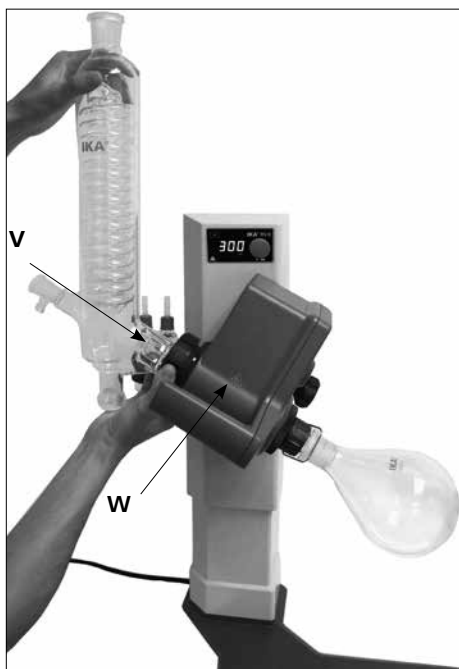

Fig. 17
- Установите конденсатор на привод вращения (**W**) и вручную затяните колпачковую гайку. (Fig. 17)